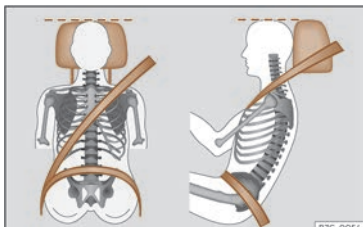

Fig. 13 Sangle bien ajustée et appuie-tête correctement réglé.
- Réglez l'appuie-tête de manière à ce que son bord supérieur soit, dans la mesure du possible, à la même hauteur que la partie supérieure de votre tête, le plus proche possible à la hauteur de vos yeux¹⁾ >>> page 104. Gardez la nuque le plus près possible de l'appuie-tête >>> fig. 13.
- Réglez le siège dans la longueur de manière à pouvoir actionner à fond les pédales avec les genoux légèrement fléchis et de manière à laisser une distance d'au moins 10 cm (4 pouces) entre les genoux et le tableau de bord >>> fig. 13.